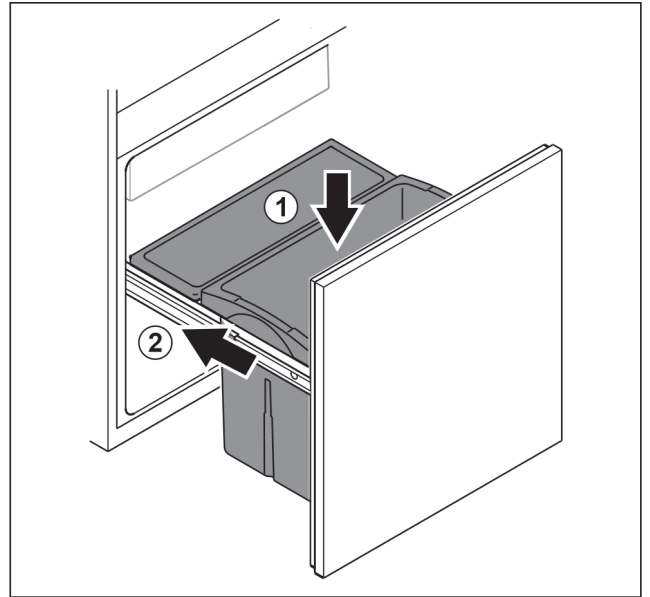

Fig. 98
- ▶ Lade vanaf de bovenkant plaatsen. Fig. 98 (1)
- ▶ Lade erin schuiven. Fig. 98 (2)